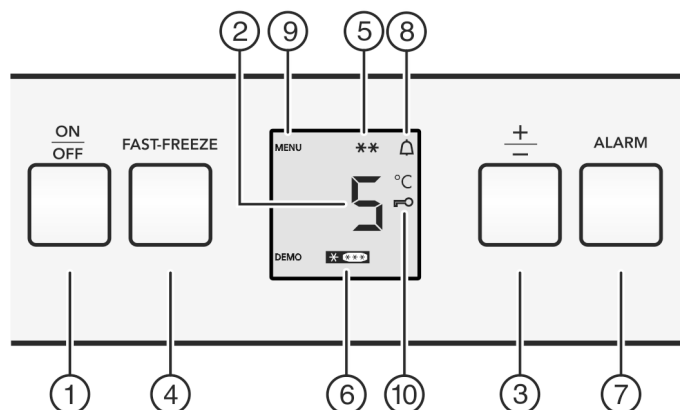

Fig. 2
- ▶ Appuyez sur la touche marche/arrêt Fig. 2 (1).
- ▶ Appuyer environ 5 secondes sur la touche Fast-Freeze Fig. 2 (4).
- ▷ Le symbole Menu Fig. 2 (9) apparaît dans l'affichage.
- ▶ Confirmer brièvement avec la touche Fast-Freeze Fig. 2 (4).
- ▷ Le symbole Sécurité enfant Fig. 2 (10) s'allume dans l'affichage.
- ▶ Appuyer brièvement sur la touche On/Off Fig. 2 (1).
- ▶ Appuyer sur la touche Alarme Fig. 2 (7).
L'affichage de la température clignote en même temps que le symbole Alarme Fig. 2 (8).
L'avertisseur sonore s'éteint automatiquement et le symbole Alarme Fig. 2 (8) et l'affichage de température arrêtent de clignoter lorsque la température est de nouveau suffisamment froide.